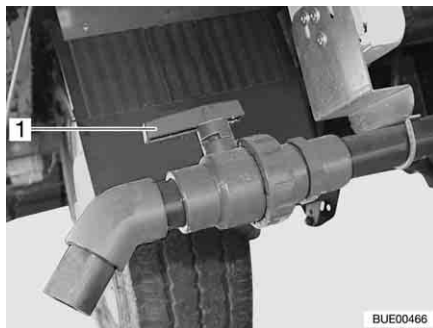

Bild 240 Ablasshahn
- Griff (Bild 240,1) des Ablasshahns in Fließrichtung drehen.